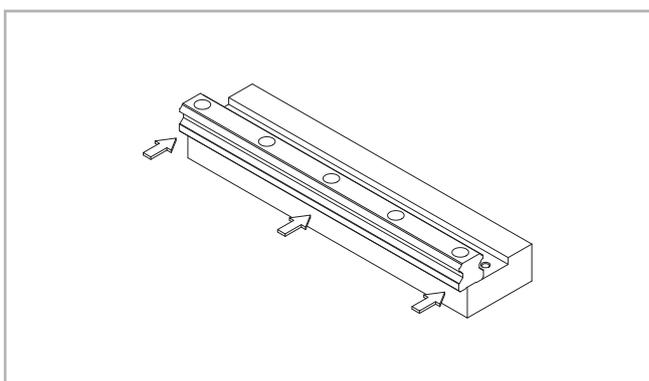
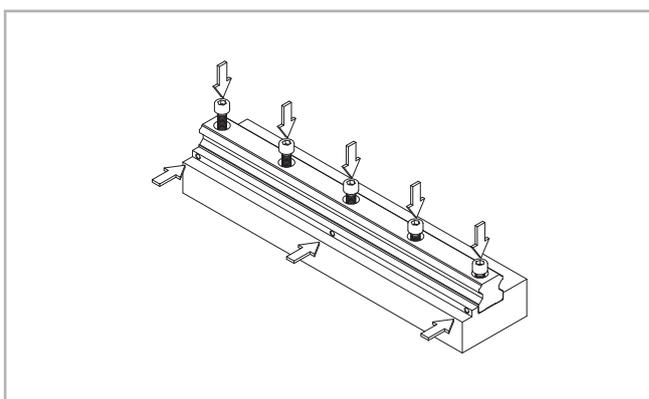

Fig. 58
Fig. 59
(2) Déposez le rail de guidage avec précaution sur la surface de montage (voir fig. 58) et serrez légèrement et provisoirement les vis de fixation de manière à ce que le rail de guidage soit légèrement en contact avec la surface de montage (ajustez le rail de guidage le long de l'épaulement de la surface de montage, voir fig. 59).